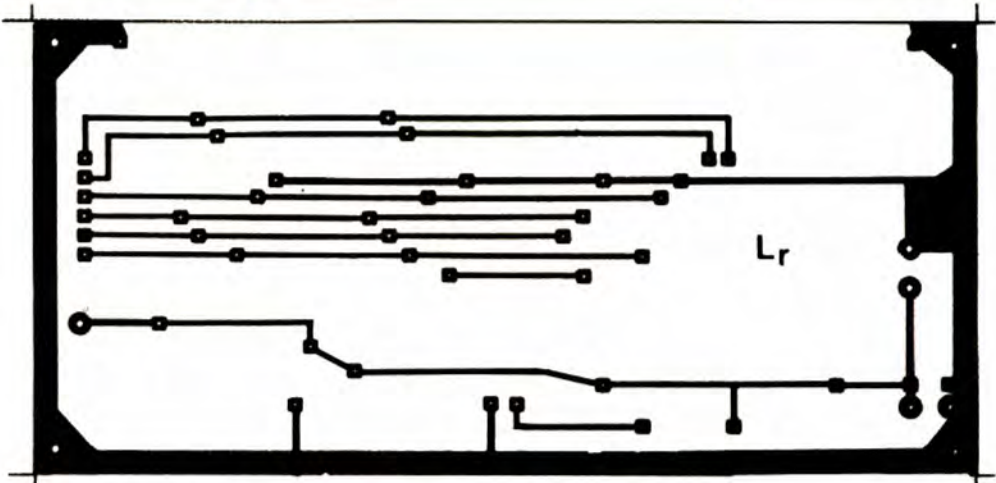

FIGURE 29. - Circuit imprimé C - recto.
- **CI. C.** Du compteur-décompteur, voir figure 29 et 30. Nous avons préféré dessiner un double face, pour éviter de nombreux straps. Hélas, avec les moyens amateurs, il n'est pas possible de faire des trous métallisés. Il y aura donc pas mal de renvois recto-verso à faire !